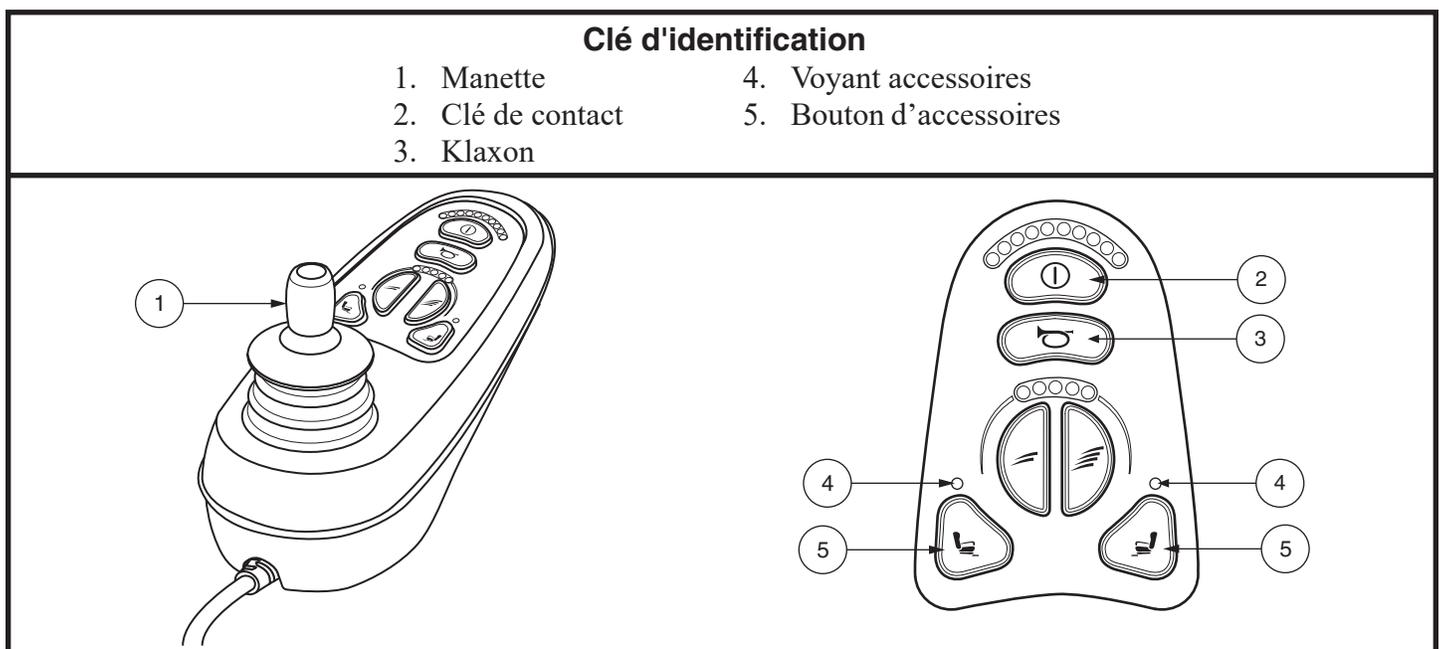

Figure 11. Clavier du contrôleur VR2 (6-boutons)
1. Pesez sur le bouton 'on/off' sur le contrôleur pour allumer le fauteuil. **Voir la figure 11.**
2. Pesez sur le bouton de l'actionneur désiré pour le sélectionné. **Voir la figure 11.**
5. Pesez sur le bouton 'on/off' pour retourner en mode de fonctionnement normal. **Voir la figure 11.**